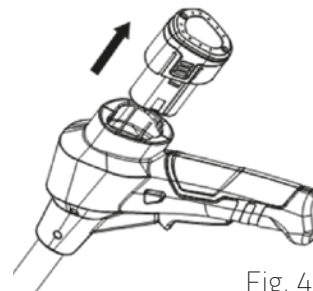
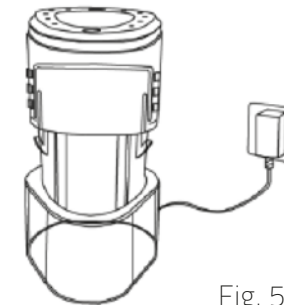

Fig. 4
Fig. 5
Charge (Fig. 4, Fig. 5)
1. Retirez la batterie de l'outil. Appuyez sur les boutons d'éjection des deux côtés de la batterie, tout en la faisant sortir dans le sens de la flèche (Fig. 4).
2. Introduisez la batterie dans le chargeur, comme le montre la Fig. 5.